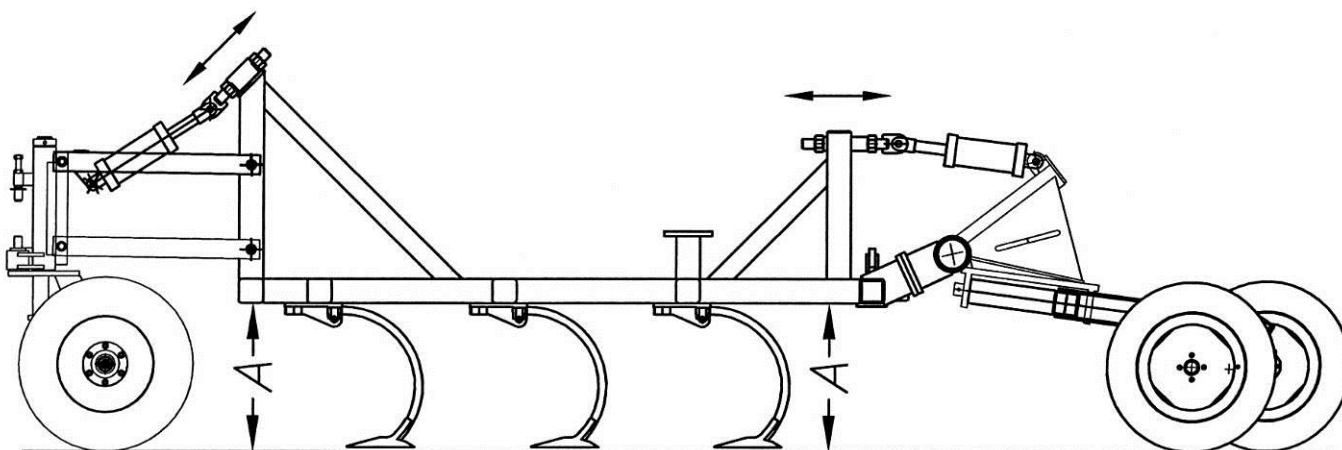

Рис. 6.4.9. Регулировка уровня боковых рам
8. Подтягивая или опуская гайки на передних и задних регулировочных болтах боковых рам, установить все сошники посевного агрегата на одном уровне от земли, т. е. на уровне сошников главной рамы. Пользоваться ключом в размер 55 мм (60мм с 2012г) (рис. 6.4.9).
**Примечание.** Регулировку уровня рам можно проводить также, измеряя расстояние A от 81-й рамы до земли спереди и сзади (рис.6.4.9).